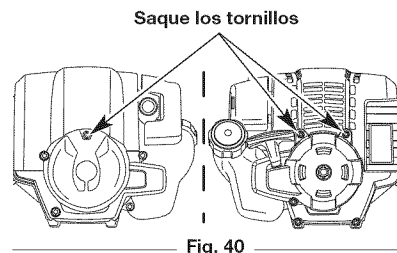

Fig. 40
1. Utilizando un destornillador de cabeza plana o Torx T-25, quite los dos (2) tornillos en la parte posterior de la cubierta del motor y el que se encuentra en la parte delantera de la cubierta del motor (Fig. 40).
1. Apague el motor y espere que se enfríe. Utilizando un destornillador de cabeza plana o Torx T-25, quite los dos (2) tornillos en la parte posterior de la cubierta del motor y el que se encuentra en la parte delantera de la cubierta del motor (Fig. 40).